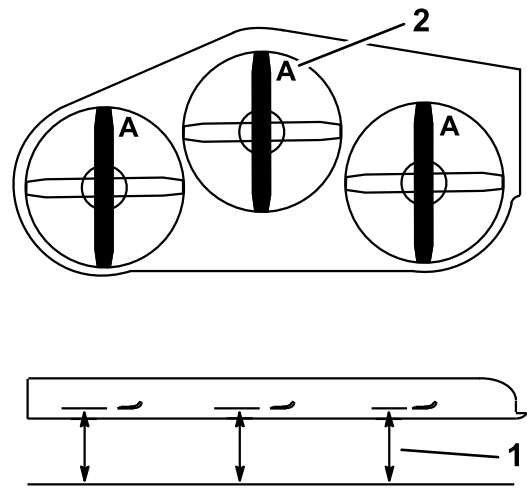

図 88
4. A位置で、平らな床面からブレードの刃先までの高さを測る（図 88）。